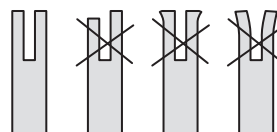

Fig.42
5. Pour vérifier l'état d'usure du rail: appliquez le bord droit d'une règle contre le bord des lames de coupe, comme indiqué sur l'illustration ci-dessous. Si le rail du guide-chaîne est en bon état, il doit y avoir un interstice entre la règle et le guide-chaîne. S'il n'y a aucun interstice (c.à.d. si vous pouvez appliquer la règle contre le guide-chaîne sur toute sa longueur), le rail du guide-chaîne est usé et a besoin d'être remplacé par un rail du même type ( Fig. 42).